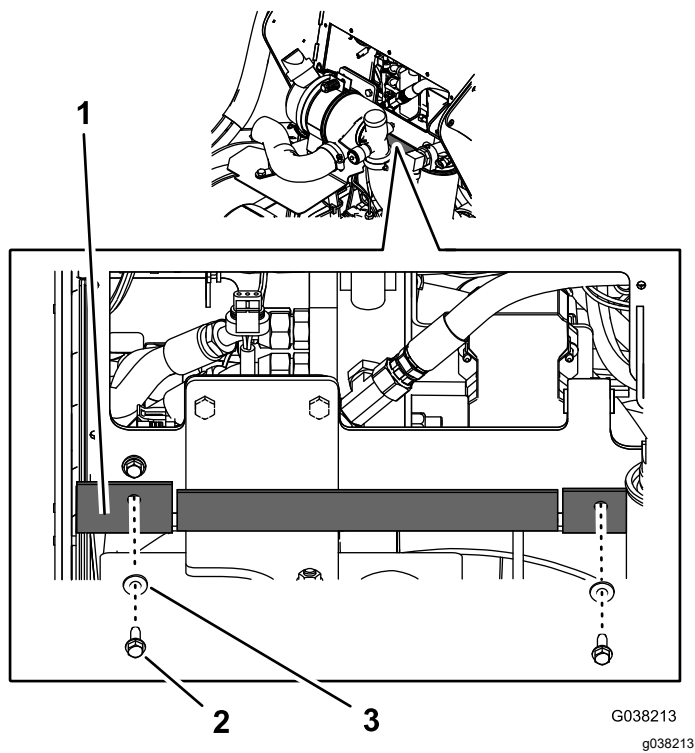

Figure 5
2. Retirez les 3 vis à embase ( $\frac{1}{4}'' \times \frac{3}{4}''$ ) et les 3 rondelles ( $\frac{1}{4}''$ ) qui fixent l'avant du déflecteur en caoutchouc au bas du cadre du panneau de commande (Figure 5).